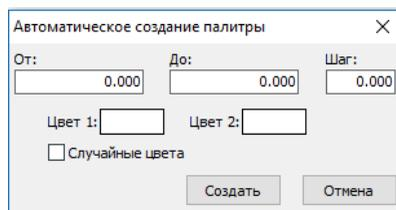

Рис. 16.29. Автоматическое
- вызывает окно для автоматического создания группы интервалов с шагом (рис. 16.29).